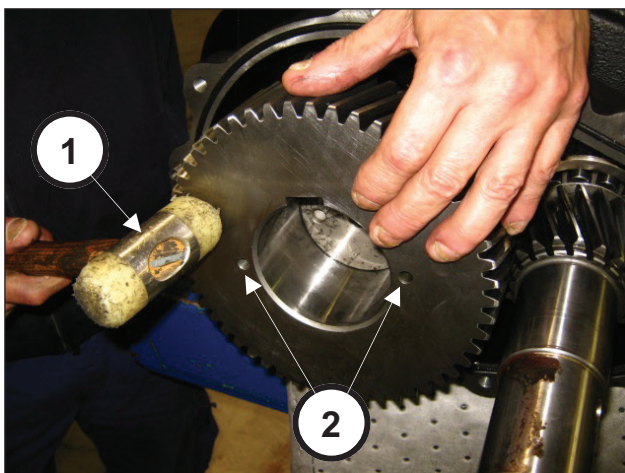

图67
将齿轮冠插在轴（部件号①，图66）上，并利用冲击锤（部件号②，图67）令其插入到底。
安装冠齿轮时，两个M8孔（用于抽出）必须朝向泵的外部（②，图67）。